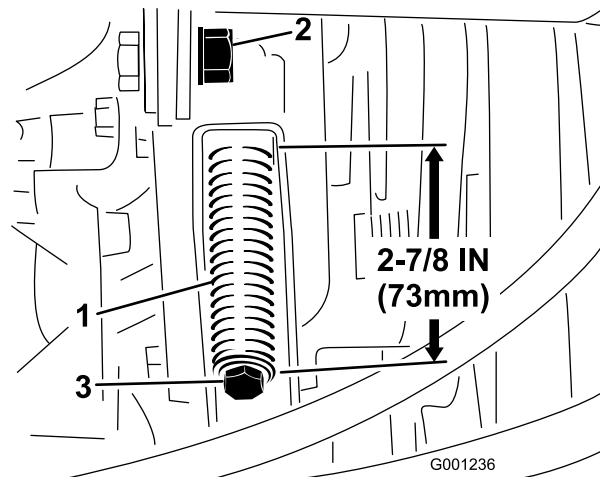

Figure 76
3. Desserrez l'écrou de blocage de la tige de tension (Figure 76).
4. À l'aide d'une clé de ½ pouce, serrez ou desserrez le ressort de tension de la courroie (Figure 76) pour obtenir une longueur de 273 mm.
4. À l'aide d'une clé de ½ pouce, desserrez complètement le ressort de tension de la courroie (Figure 76).
6. Montez la courroie de PDF neuve et tendez le ressort de poulie à une longueur de 73 mm (Figure 76).
7. Serrez l'écrou de blocage (Figure 76) et fermez le capot.